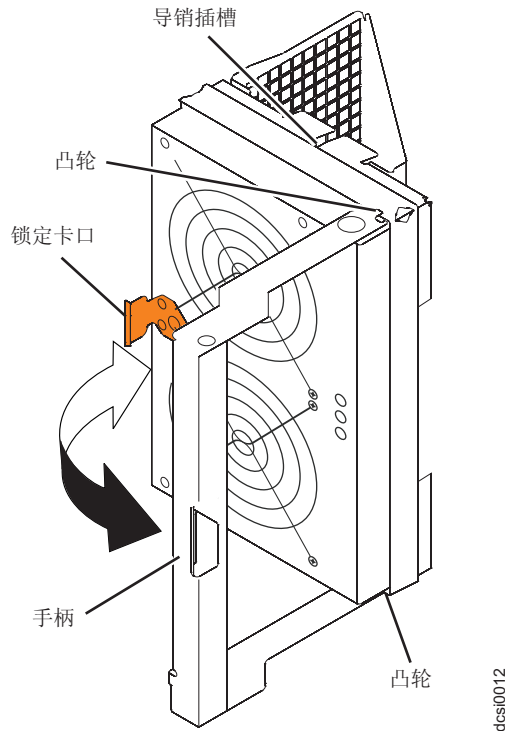

图 86. 卸下风扇组合件
- a. 在存储扩展机柜的后部，按压将风扇组合件手柄固定到位的锁定卡口，以卸下风扇组合件（请参阅图 86）；然后，朝着您的方向拉动风扇组合件手柄。